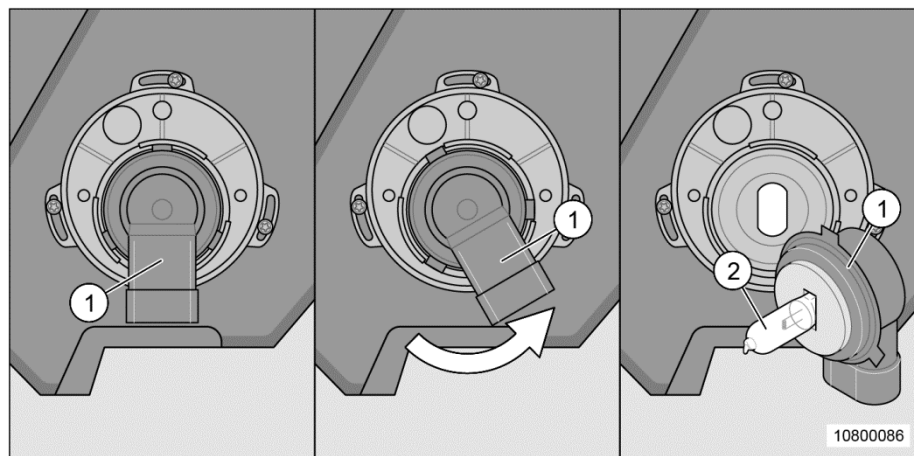

Fig. 178 Remplacement de l'ampoule du feu de croisement et du feu de route
Si, en remplaçant l'ampoule au niveau de l'éclairage avant (Fig. 178), on travaille avec un outil non approprié ou si le câble est trop sollicité, il y a risque de détérioration.
1. Tourner le culot (Fig. 178/1) dans le sens anti-horaire jusqu'en butée.
2. Retirer prudemment le culot (Fig. 178/1) en veillant à le tenir bien droit.
3. Retirer l'ampoule (Fig. 178/2) du culot et la remplacer.